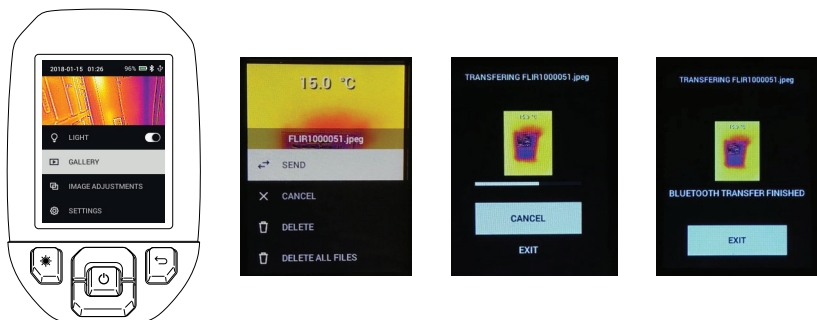

図 7.2 モバイル デバイスへの画像の送信
1. メイン メニューから TG275 の [Image Gallery] (画像ギャラリー) を開き、矢印キーを使用して画像までスクロールします。このセクションをサポートする図については、以下の図 7.2 および 7.3 を参照してください。